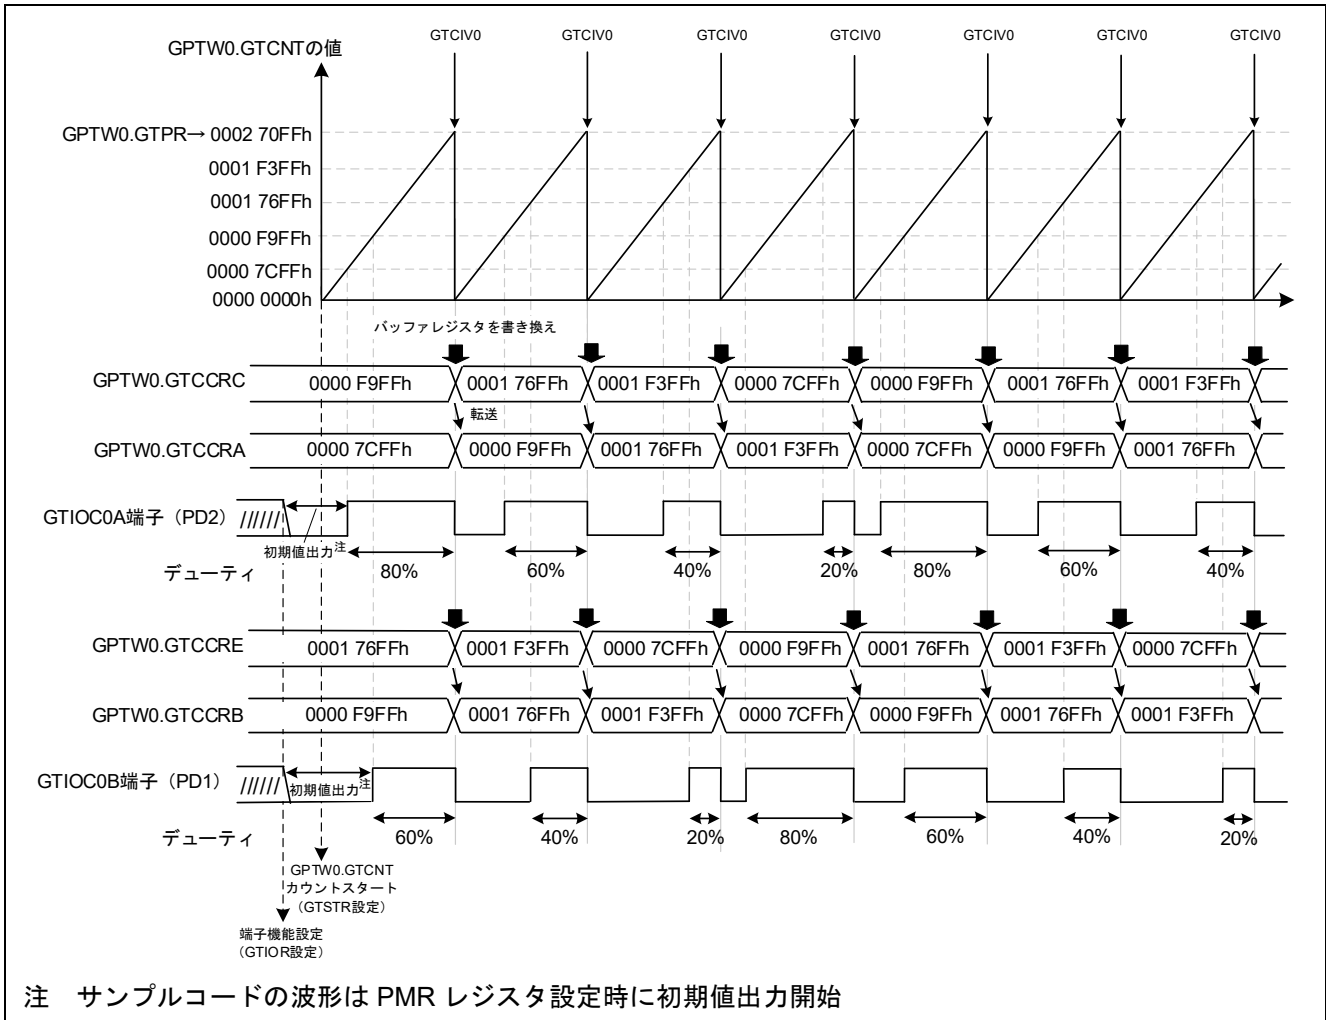

図 4-8 サンプルコードの動作
- デューティの変更タイミングの詳細は図 4-8 を参照
本サンプルコードの動作を図 4-8 に示します。周期ごとにデューティの設定を変更するため、GTCNT カウンタのオーバーフロー割り込み (GTCIV0) でバッファレジスタ GTCCRC、GTCCRE の値を書き換えます。GTCCRC、GTCCRE の値は、GTCNT カウンタのオーバーフロー発生時にコンペアレジスタ GTCCRA、GTCCRB へ転送されます。